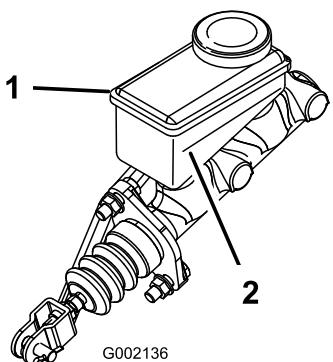

図 49
2. タンクの側面についているマークで、量を点検する図 49。
- B. 最低ラインより上まで DOT 3 ブレーキ液を補給する図 49。